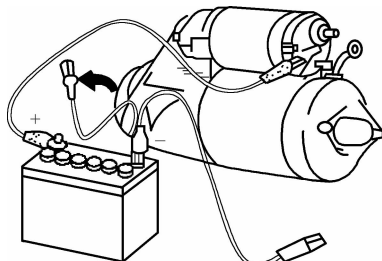

图 4-13 回位动作试验
(3) 回位动作试验 在保持动作的基础上，再拆下起动机壳体上的电缆夹，如图 4-13 所示，此时驱动齿轮应迅速回位。如驱动齿轮不能回位，说明回位弹簧失效，应更换弹簧或电磁开关总成。